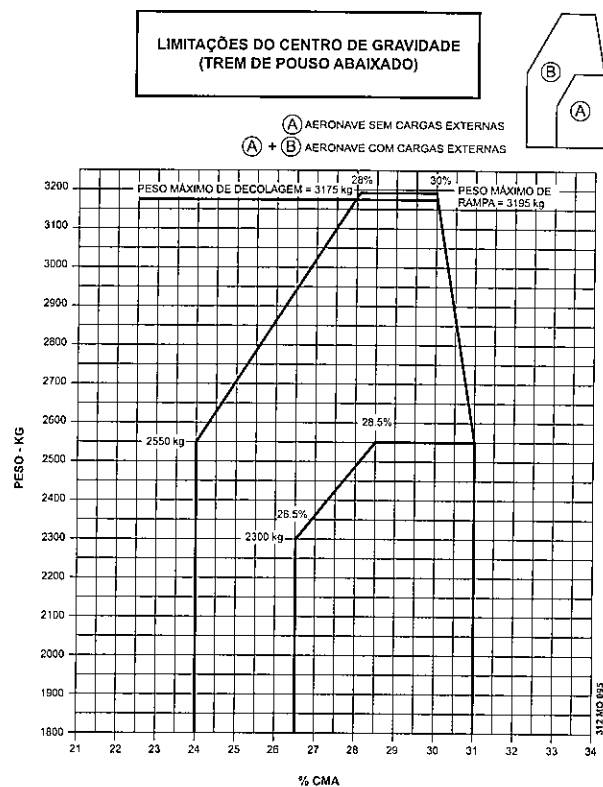

Figura 2
- Veja a figura 2, página N-22.